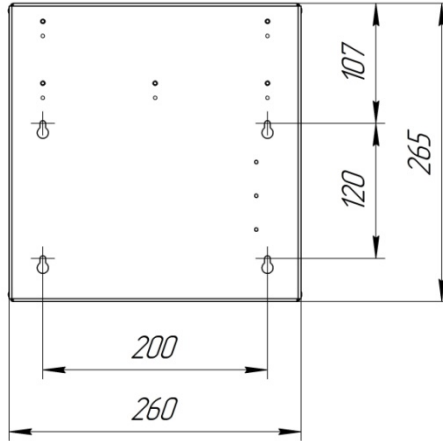

Рис.2 – Размеры крепления корпуса ИБП.
6.2.1. ИБП устанавливается на стенах или других конструкциях охраняемого помещения в местах, защищённых от воздействия атмосферных осадков, механических повреждений и доступа посторонних лиц. Монтажные размеры приведены на рис. 2.